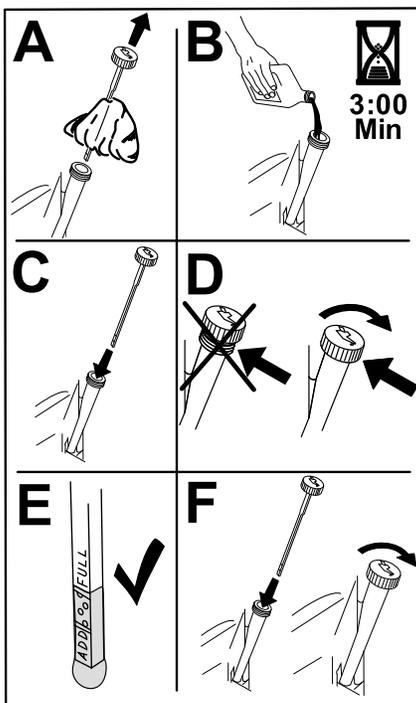

Figura 35
5. Vierta lentamente un 80% aproximadamente del aceite especificado por el tubo de llenado, luego añada lentamente el resto del aceite hasta que llegue a la marca de **Lleno** (Figura 35).
3. Llene el cárter con el tipo correcto de aceite nuevo (Figura 35).